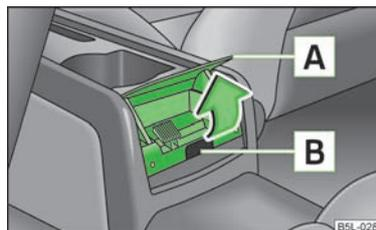

Abb. 67
- Den Aschenbecherdeckel an der Kante **A** fassen und in Pfeilrichtung aufklappen » Abb. 67.